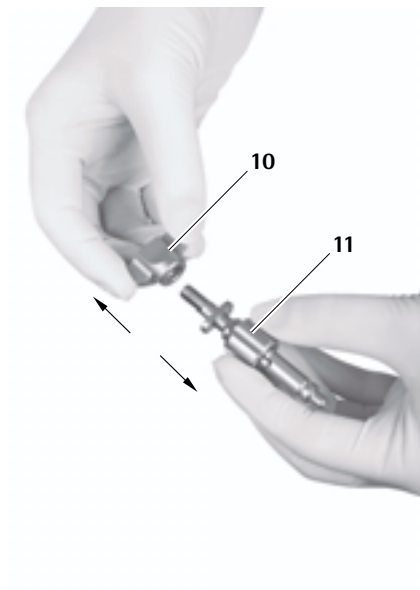

Рис. 17
- Отвинтить барашковую гайку 10 адаптера держателя 11, см. Рис. 17.